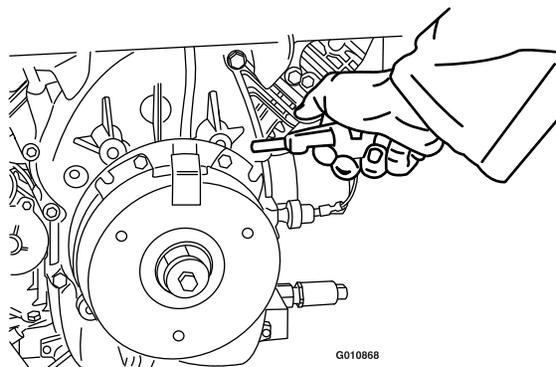

図 67
3. エアコンプレッサーを使って、ブレーキポールの下とブレーキスペーサーの周囲から破片を吹き飛ばす(図 67)。